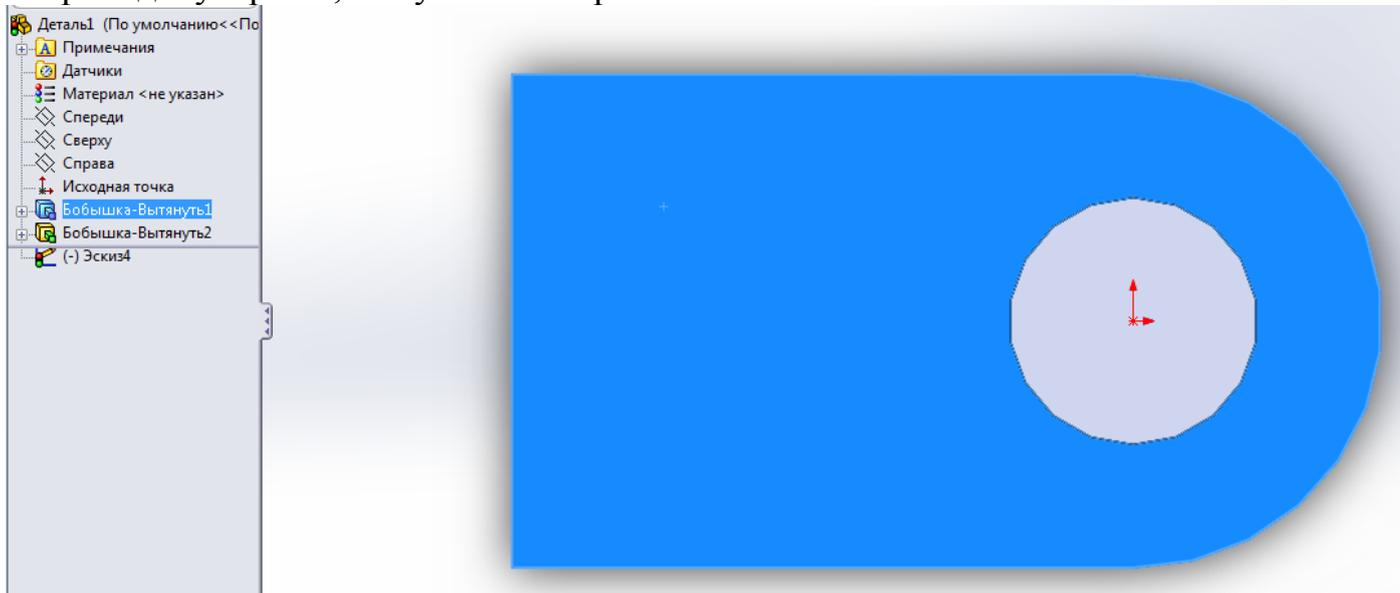

Рис. 1.19. Выбор и ориентация новой плоскости проектирования
5.1. Нажать левую кнопки мыши, активизировать верхнюю грань основания. Нажать функцию “Создать эскиз”, ориентировать плоскость эскиза “Перпендикулярно”, как указано на рис. 1.19.